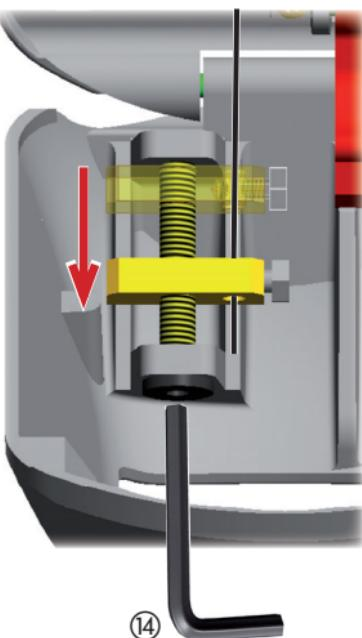

Fig. 7
9. Agendo sulla testa della vite di regolazione con una chiave esagonale muovere il tensionatore fino a sbloccare l'operatore collegato come mostrato in Fig.7 rif. ⑯;
9. Turning the head of the adjustment screw with a hexagon wrench, move the tensioning device until you release the operator, connected as shown in Fig. 7 ref. (14);